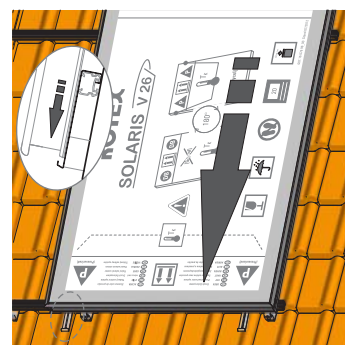

Fig. 3-20 Poggiare il collettore piano e orientarlo
4. Sollevare il collettore piano sulle guide profilate di montaggio come illustrato nella fig. 3-20, depositarlo e agganciarlo con precauzione ai ganci di fissaggio.